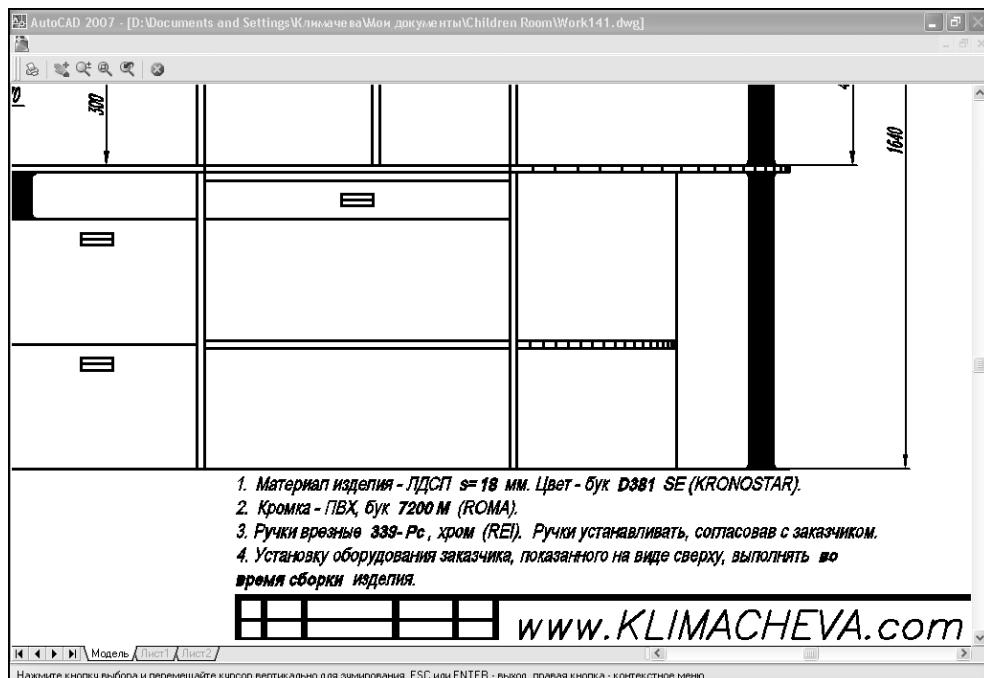

Рис. 14.16 ▼ Размерные и основные линии имеют разную толщину
- Щелкните на кнопке **Просмотр** (Preview) и убедитесь в режиме предварительного просмотра в том, что ширина линий изменилась (рис. 14.16).